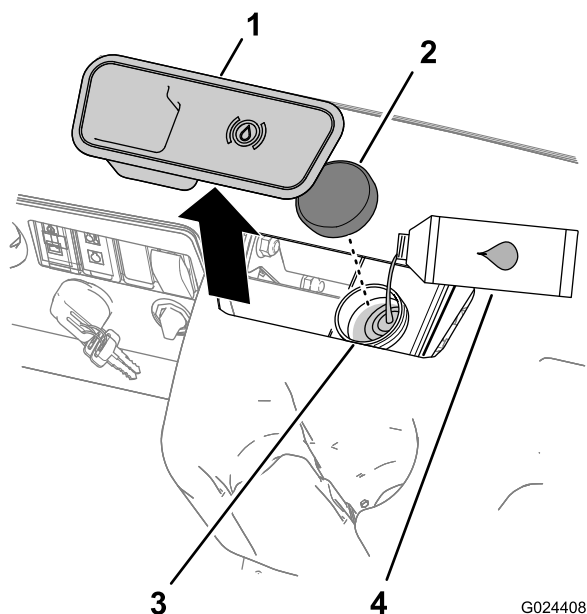

図 13
2. ダッシュボード中央部にあるゴム製のプラグ栓を外してブレーキのマスターシリンダおよびブレーキ液のタンクにアクセスできるようにする 図 13。
- A. ウェスでタンクのキャップの周囲をきれいに拭いてキャップ外す 図 13。
- C. タンクにキャップを取り付ける 図 13。